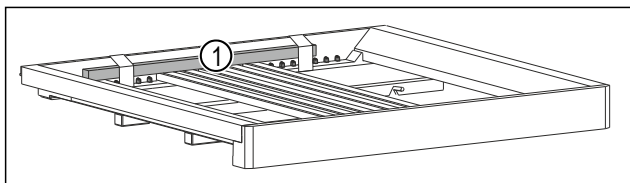

Fig. 47 *
- ▶ Снимите деревянную рейку Fig. 47 (1)*